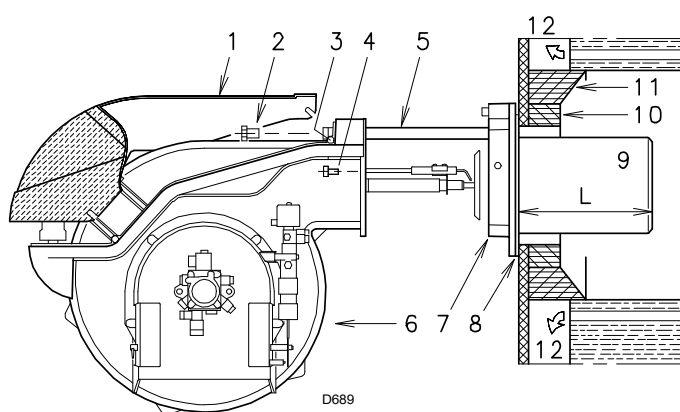

Fig. 7
5.4 Lunghezza boccaglio (Fig. 7)
Per le caldaie con il frontale raffreddato ad acqua non è necessario il rivestimento refrattario 10) -11)(Fig. 7), se non vi è espressa richiesta del costruttore della caldaia.
Effettuata questa eventuale operazione, fissare la flangia 7) (Fig. 7) alla piastra della caldaia interponendo la guarnizione 8) data a corredo. Utilizzare le 4 viti pure date a corredo dopo averne protetto la filettatura con prodotti antigrippanti (grasso per alte temperature, compounds, grafite).
- Aprire il bruciatore sulle guide come in Fig. 7 pag. 12.